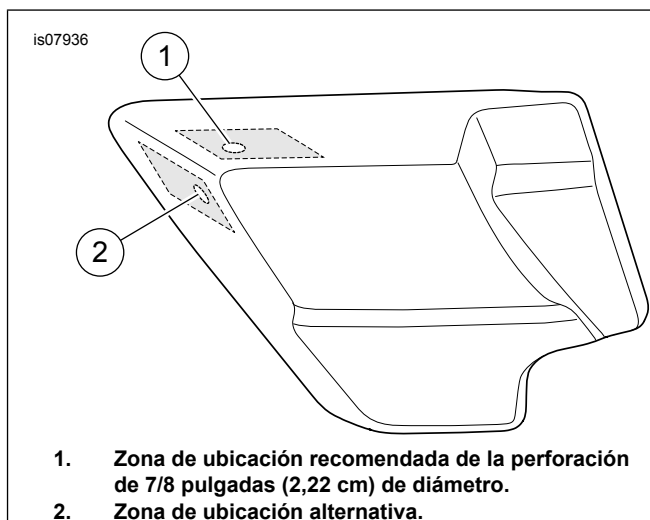

Figura 1. Cubierta lateral izquierda
- a. Encuentre una ubicación adecuada en cada cubierta lateral para montar la toma de corriente. Utilice las zonas de ubicación indicadas en Figura 1 . Se recomienda la superficie superior cerca de la esquina delantera. Una ubicación alternativa en la superficie frontal / lateral también se observa en Figura 1 , pero quizá no esté disponible en muchos casos debido al espacio libre del escape.